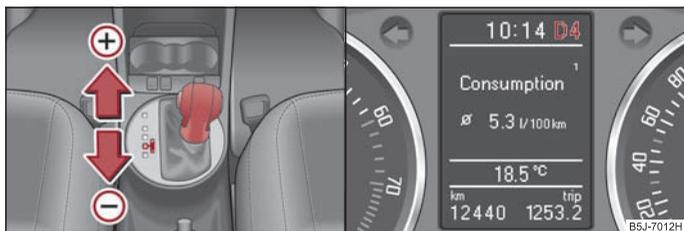

Abb. 98 Manuelles Schalten: Wählhebel / großes Informationsdisplay
Die eingelegte Wählhebelstellung wird zusammen mit dem eingelegten Gang im Informationsdisplay des Kombi-Instruments angezeigt ⇒ Abb. 98 rechts.
- Tippen Sie den Wählhebel (in der Tiptronic-Stellung) nach vorn an ⇒ Abb. 98 (+).